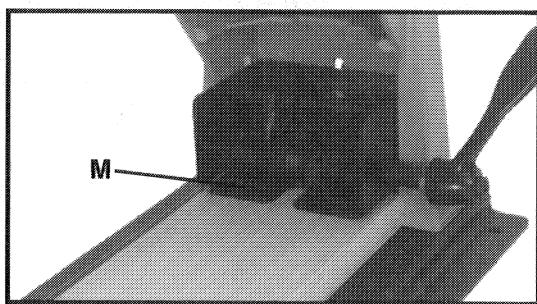

Fig. 7
3. Levante la palanca de ajustes para alzar el grupo de abrazadera y meta una pieza desechar de material (del mismo espesor del que va a usar) debajo de la placa abrazadera (M) Fig. 7. Asiente el material desechar contra el forro de guía de taladrar.